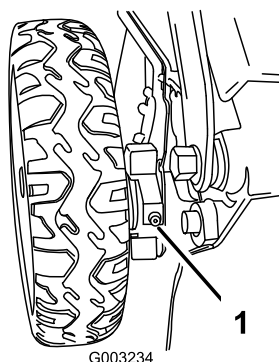

Figure 35
1. Essuyez les graisseurs situés juste à l'intérieur des roues arrière avec un chiffon propre (Figure 35).